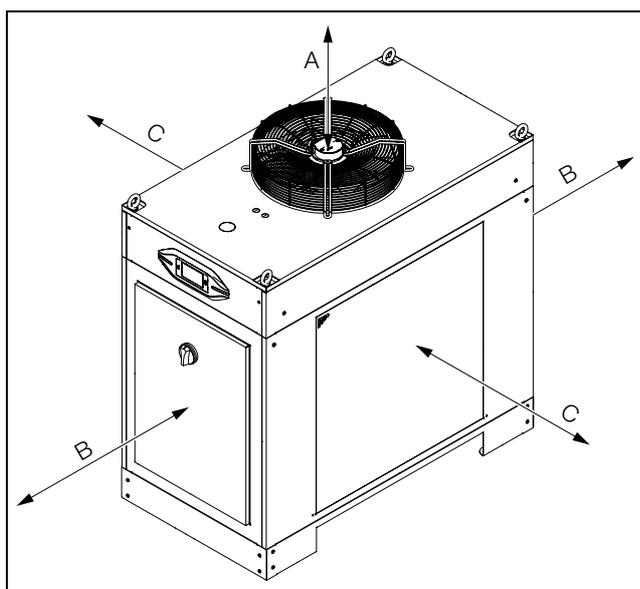

Рис. 13: Минимальные расстояния
- Для беспрепятственного отвода теплого воздуха должен быть обеспечен свободный доступ к проему в верхней части чиллера (см. рис. 13). Кроме того, чтобы упростить подключение проводов питания, а также меры по обслуживанию и ремонту, необходимо обеспечить соблюдение указанных на рис. 13 минимальных расстояний.
- Во избежание "замыкания воздушного потока" (смешение входящего и выходящего воздуха) и для гарантии полной мощности охлаждения, необходимо соблюдение указанных на рис. 13 минимальных расстояний.